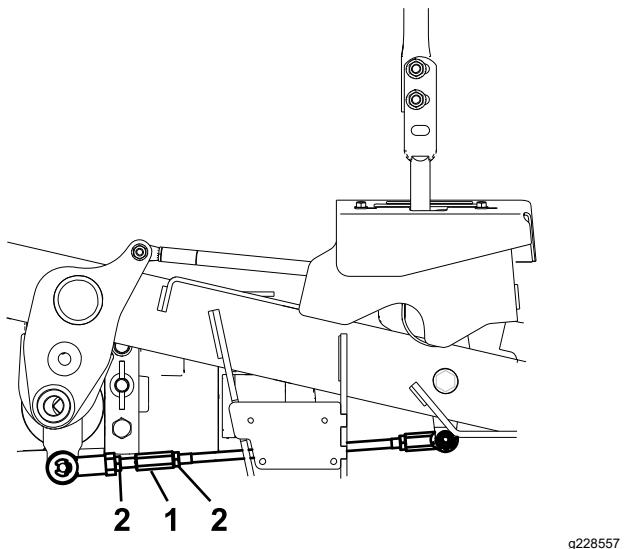

Figure 64
10. Réglez la longueur des tiges de pompes en tournant les doubles écrous dans le sens voulu jusqu'à ce que les roues tournent légèrement en marche arrière (Figure 64).